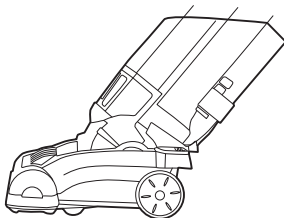

Fig. 3
3. Position intermédiaire - pour un nettoyage normal (Fig. 3).